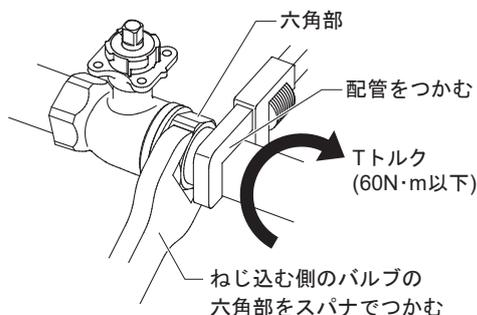

図14 配管への取り付け
- 配管をねじ込む側のバルブの六角部をスパナなどでつかみ、配管をねじ込んでください（図14参照）。